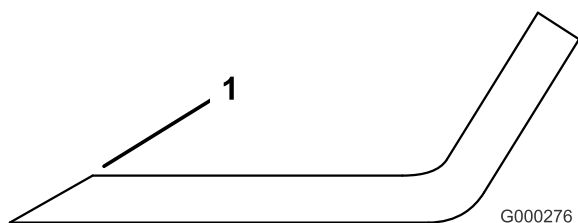

Figura 84
3. Inspeccione los filos de todas las cuchillas. Afilelos si están romos o tienen mellas. Afile únicamente la parte superior del filo y mantenga el ángulo de corte original para asegurar un filo correcto (Figura 84). La cuchilla permanecerá equilibrada si se retira la misma cantidad de metal de ambos bordes de corte.